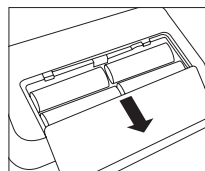

Fig. 1
- Ouvrez le couvercle du compartiment des piles situé sous l'appareil (voir la fig. 1). Insérez les piles (voir le chapitre 13 « Caractéristiques techniques »). Veillez à faire correspondre les polarités « + » et « - ». Refermez le couvercle du compartiment des piles. L'appareil passe automatiquement à la fonction Date/Heure et dès la première application, le chiffre « 31 » est affiché à l'écran pour le jour, et le chiffre « 12 » pour le mois. La date pré-réglée est par conséquent le 31 décembre. Réglez maintenant la date et l'heure tel que décrit ci-dessous.